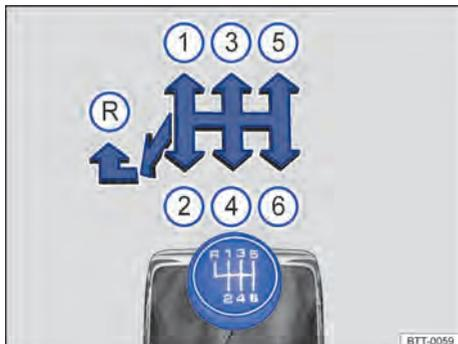

Fig. 106 Esquema de troca de marchas da transmissão manual de 6 marchas.
- Empurrar a alavanca de troca de marcha totalmente para a esquerda e depois para frente até a posição da marcha a ré → Fig. 106